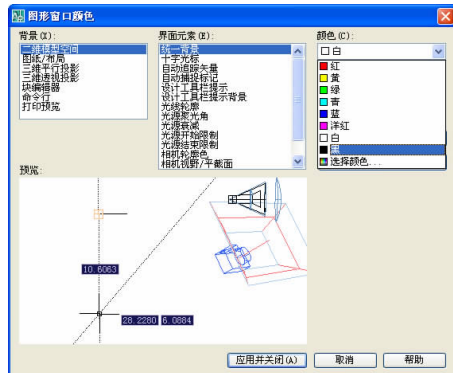

图 1-16
(2) 在“图形窗口颜色”对话框中，单击“颜色”选项的下拉选单按钮 ，打开颜色下拉选单。在颜色下拉选单中，可以选择自己习惯的颜色，如图 1-16 所示。